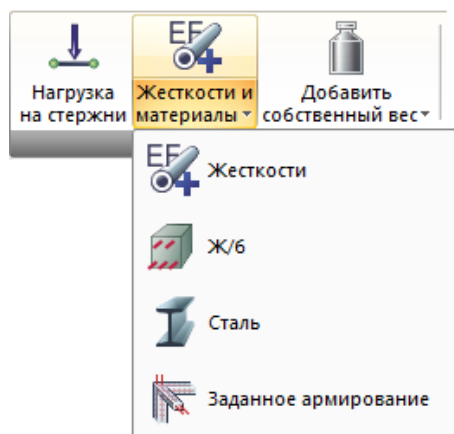

Рис.157. Раскрывающийся список **Жесткости и материалы**
**Жесткости и материалы** (рис.157) – раскрывающийся список, который содержит операции по выбору требуемых типов (параметров) жесткости из библиотеки жесткостных характеристик, назначение расчетных и нормативных характеристик для материалов и присвоения их конечным элементам схемы.